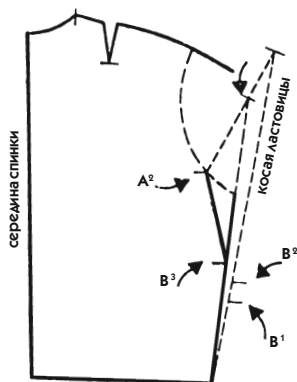

Рис. 726
Во избежание расползания ткани при покрое такого рукава лучше не зауживать лиф или, по крайней мере, ту его часть, на которой должна быть ластовица. Для этого можно воспользоваться пояснениями к рис. 706. Изложенные ниже пояснения к рис. 726 будут полезны, например, при выполнении модели из трикотажа, на котором расползание практически отсутствует.
1. На чертеже переда или спинки повысьте линию проймы, для чего переместите выше линию надреза (см. рис. 726).
2. Переместив надрез, можно немного заузить лиф (сплошная линия на рис. 726).
- Для уменьшения размера полуластовицы переведите ее чертеж на бумагу и положите на надрез, совмещая линии АВ (см. рис. 726).
- Перенесите на полуластовицу новую линию бокового среза и продолжите ее кверху (верхняя стрелка на рис. 726).